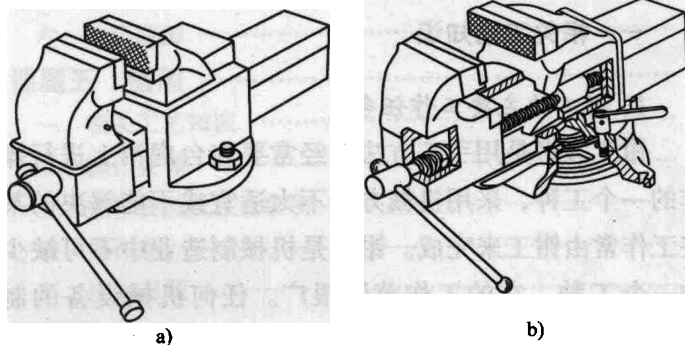

图 1 台虎钳
(1) 台虎钳 它是用来夹持工件的通用夹具，有固定式和回转式两种结构类型（图 1）。